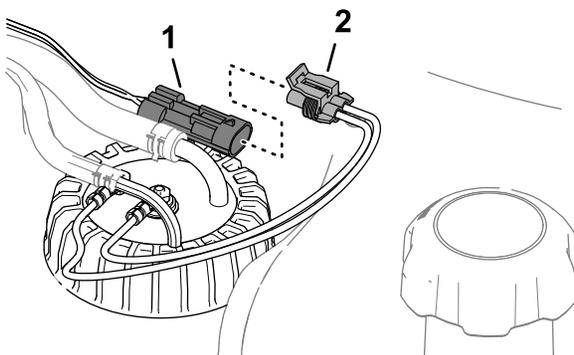

**Figure 85**
2. Retirez les 5 vis cruciformes qui fixent le couvercle du transmetteur de niveau de carburant sur le réservoir de carburant et déposez le couvercle (Figure 85).